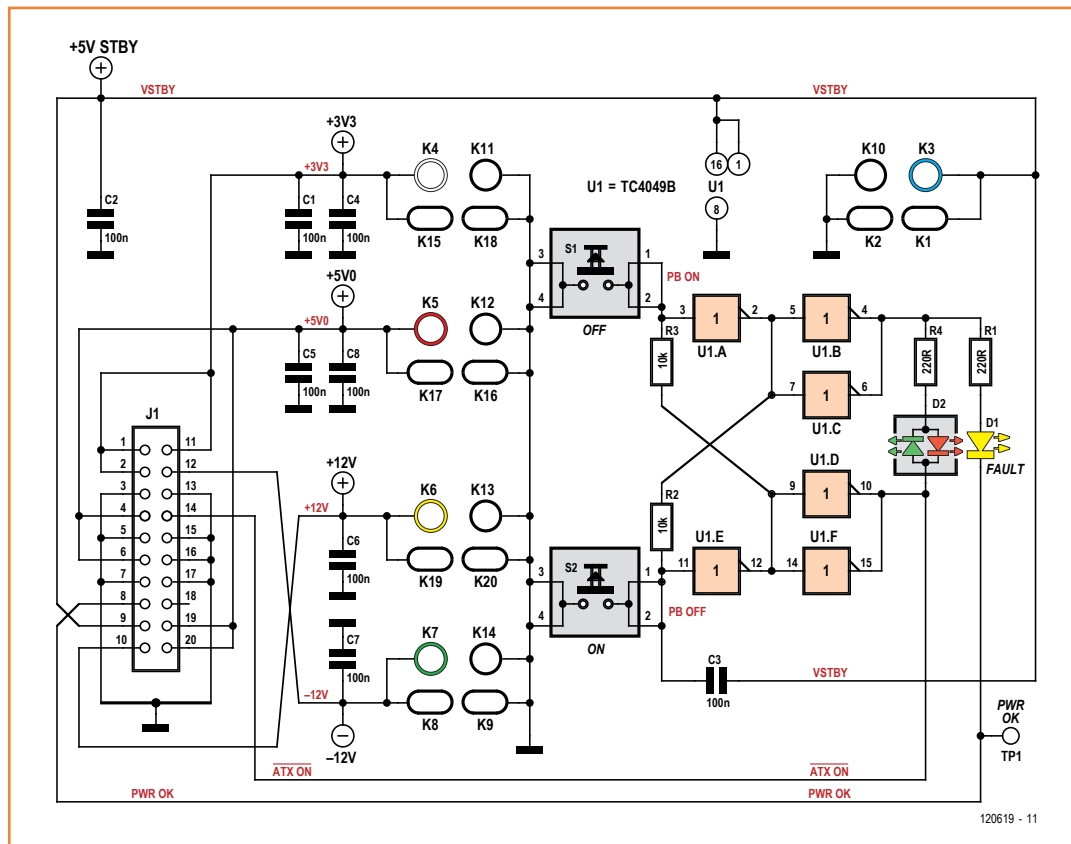

Bild 1.
**Bild 1** zeigt die simple Schaltung. Die Ansteuerung der Schaltelektronik geschieht mit zwei Invertern aus einem Hex-Inverter-IC des Typs 4049, das von der 5-V-Standby-Leitung versorgt wird. Die restlichen vier Inverter treiben das Steuersignal für das Netzteil und die LEDs. Mit S2 schaltet man das Netzteil ein und mit S1 wieder aus. Die zweifarbige LED D2 leuchtet im Standby-Modus grün und rot dann, wenn das Netzteil eingeschaltet ist.
Speziell für EFL-Entwicklungszwecke bietet das BlockProtocol das Kommando „x“. Das Board sendet daraufhin einen Dump der EFL-Tabellen zum PC. Diese werden vom Hardware-Layer genutzt, um bei den Funktionsaufrufen die passenden Controllerpins und Register zu ermitteln. Die Werte sind spezifisch für das genutzte Board und eine eventuell angeschlossene Erweiterungsplatine. Der Screenshot in **Bild 1** zeigt, was im Terminalprogramm erscheint, wenn es sich um die daneben gezeigten Boards handelt. Links sieht man die „Map“, mit den beim Board-Init initialisierten Controller-Features wie UART und ADC. In der Mitte sind die Peripherie-Blocks verzeichnet und rechts sieht man eine Liste der Boardpins. Eine wertvolle Information ist das vor allem für
Bild 1. Ausgabe der EFL-Tabellen im Terminalprogramm. Links sieht man die Map mit den genutzten Controller-Features (rote Zahlen im Blockdiagramm der Boards), in der Mitte die Block-Tabelle (blaue Zahlen) und rechts die Boardpins (grüne Zahlen).